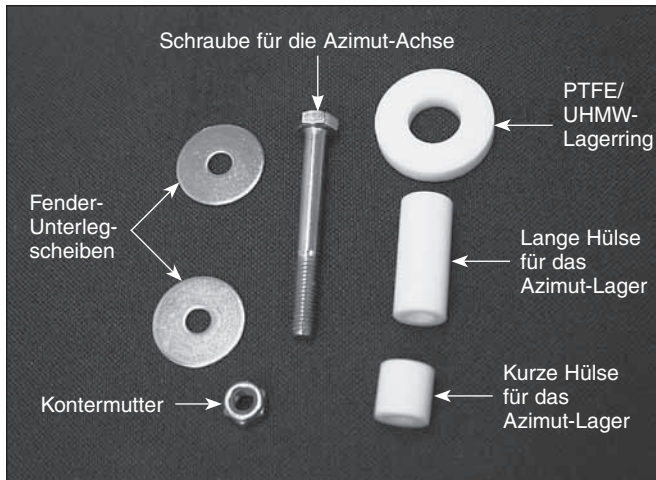

Abbildung 4. Nachdem Zerlegen der oberen und unteren Basisplatte sollten die abgebildeten Teile sichtbar sein.
unteren Basisplatte auch drei weiße Kunststoffteile zu sehen: eine kurze Hülse für das Azimut-Lager, eine lange Hülse für das Azimut-Lager und ein flacher PTFE/UHMW-Lagerring (**Abbildung 4**). Diese Hülsen sind nach dem Abheben der oberen Basisplatte möglicherweise in der Bohrung in der Mitte der Basisplatte(n) zurückgeblieben. Drücken Sie die verbliebenen Hülsen in diesem Fall mit einem Finger aus den Bohrungen. Legen Sie die untere Basisplatte und die zugehörigen Teile zunächst beiseite, während Sie die L-Halterung für den vertikalen Anschlag an der oberen Basisplatte befestigen.
- Hinweis: Die lange Nylon-Hülse und der PTFE/UHMW-Lagerring, die Sie beim Zerlegen der Basisplatten (**Abbildung 4**) entfernt haben, werden für das Teleskopmodell mit IntelliScope-System (Nr. 27126) nicht benötigt. Diese Teile sind nur für das StarBlast 6-Teleskop ohne IntelliScope-Objektfinder (Nr. 9926) erforderlich.*